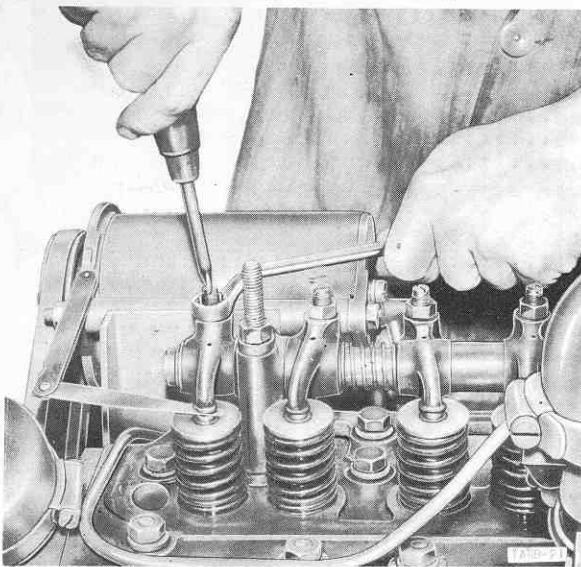

Fig. 37 - Réglage du jeu des culbuteurs
Vérifiez le jeu des culbuteurs après les premières 200 heures de fonctionnement et réglez si nécessaire. Il faut un jeu de 0,51 mm (.020"), mesuré lorsque les soupapes sont fermées, entre l'extrémité des doigts des culbuteurs et les queues des soupapes (fig. 37).
3. Desserrez l'écrou de blocage et réglez la vis de chaque doigt de culbuteur de façon que la jauge se trouve fermement maintenue entre l'extrémité du doigt et la queue de soupape (fig. 37).